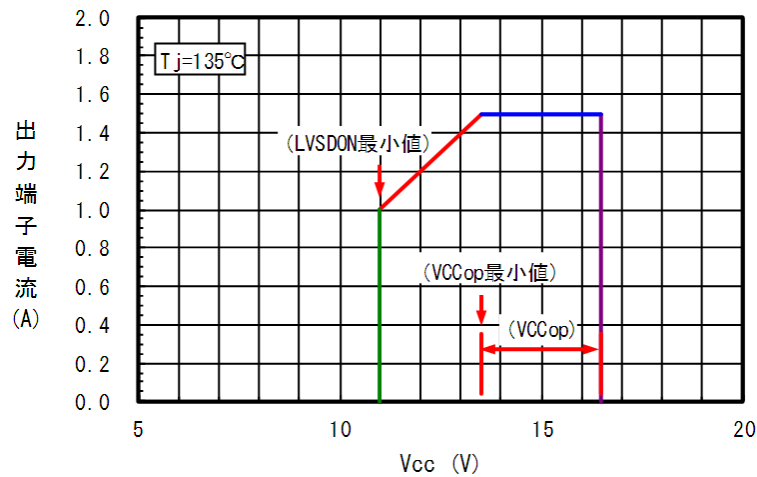
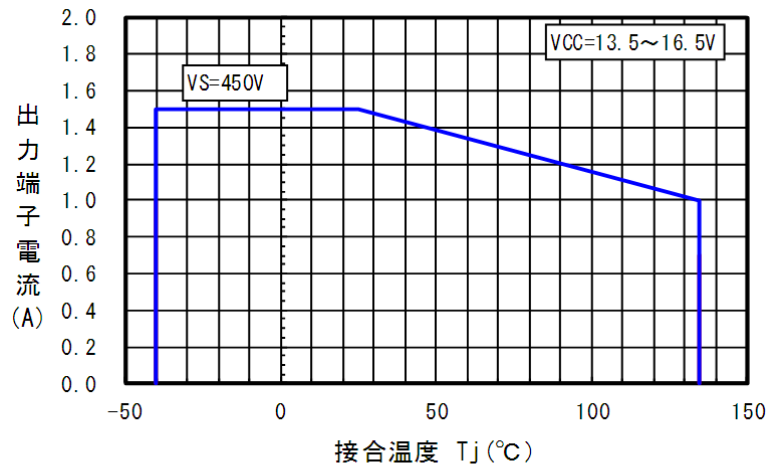

図4.2.1 Vccに対する電流ディレーティング
図4.3.1 接合温度に対する電流ディレーティング
Vcc電圧に対する電流ディレーティングを図4.2.1に示します。
出力端子の電流は、図4.2.1のディレーティングカーブ範囲内で使用してください。
接合温度に対する電流ディレーティングを図 4.3.1 に示します。
出力端子の電流は、図 4.3.1 のディレーティングカーブ範囲内で使用してください。
電流制限設定においては、電流制限用基準電圧 ( $V_{ref1}$ ) ばらつき、シャント抵抗 ( $R_s$ ) ばらつき、遅延時間を考慮し、ご使用の条件に応じて図4.2.1または図4.3.1のいずれか低い方の電流値以下としてください。